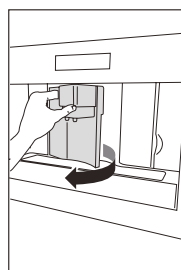
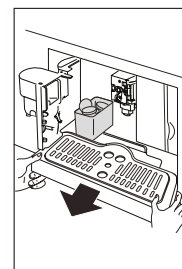
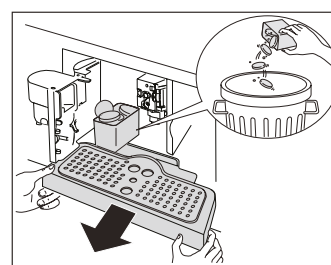

Abb. 23
Abb. 24
Abb. 39
- Ziehen Sie zum Reinigen des Behälters am Kaffeeauslauf, um die Serviceklappe vorne zu öffnen (Abb. 23), nehmen Sie die Tropfschale heraus (Abb. 24) und leeren und reinigen Sie sie (Abb. 39).